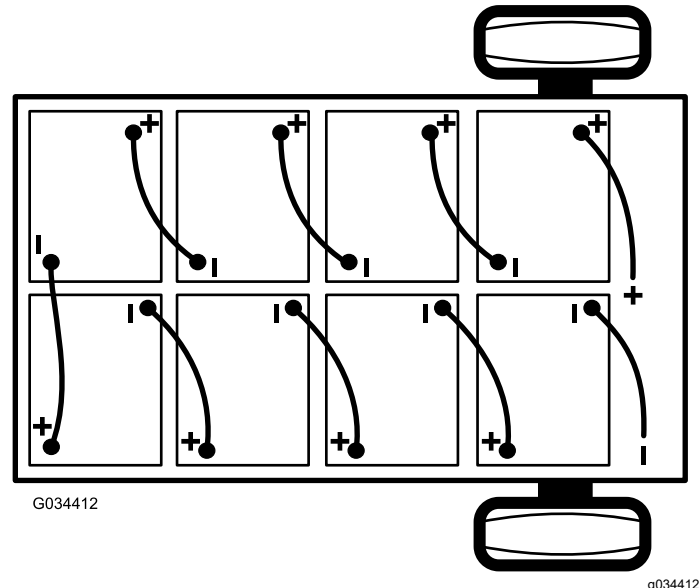

图 40
- 断开将电池盒连接至机器接地点的主负极电池接线黑色 图 40。
- 断开将电池盒连接至机器主接触器的主正极电池接线红色 图 40。
注意 安装新电池时要注意电池的极性 图 40。
- 使用步骤 1 中卸下的电池互连线如 图 40 所示将电池连接到一起。
- 连接电池盒与机器之间的正极电池接线红色 图 40。
- 连接电池盒与机器之间的负极电池接线黑色 图 40。